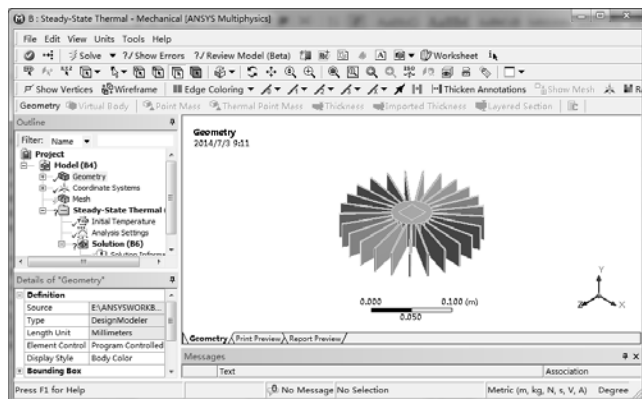

图 12-69 Mechanical 用户界面
1) 双击【Project Schematic (项目管理区)】中项目 B 的 B4 栏中的【Model】项, 进入 Mechanical 界面。在该界面下可进行网格划分、分析设置、结果观察等, 如图 12-69 所示。